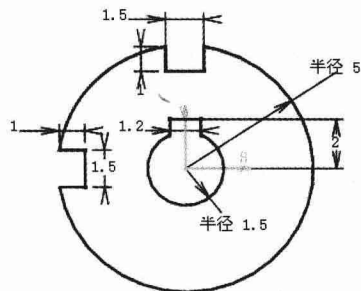

图 2.6 添加竖直约束和半径约束
Step6. 添加图 2.6 所示的竖直约束。选择下列菜单 **插入** → **约束** → **约束创建** → **约束** 命令; 标注图中各直线的尺寸。